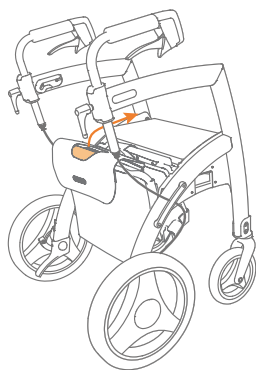

Abbildung 33: Ziehen Sie die Rückenlehne des Rollstuhls nach oben und nach vorne.
- Um den Rollator in einen elektrischen Rollstuhl zu verwandeln, muss das Rollstuhlpaket nach oben gezogen werden. Nehmen Sie den Griff des Rollstuhlpakets und ziehen Sie es leicht nach oben und nach vorne, bis zur Hälfte des Rahmens (**Abbildung 33**).